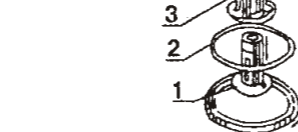

Рис. 4 Последовательность сборки барабана
6.3. Сборку барабана (рис.4) проводить в следующем порядке: вложить в канавку основания барабана 1 уплотнительное кольцо 2, затем надеть на питающую трубку тарелкодержатель 3 так, чтобы штифт основания барабана вошел в отверстие тарелкодержателя.